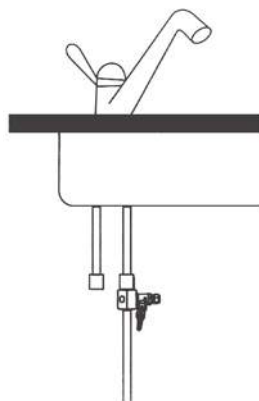

Рис. 11
2.4. Установите узел в сборе в разрыв гибкой подводки смесителя, как показано на **рис. 11**. Используйте гаечный или разводной ключ.